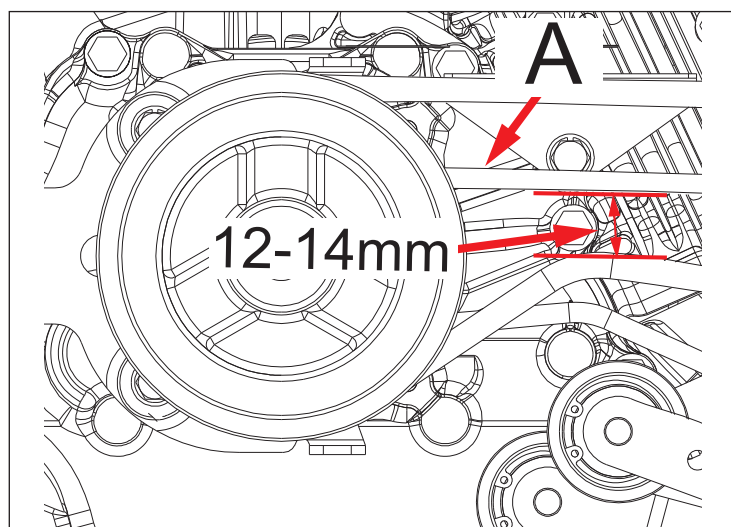

Bild 23
- Drücken Sie den Keilriemen an der Position A (Bild 23) durch, er muss sich zwischen 12 und 14 mm durchdrücken lassen. Wenn nicht, stellen Sie den Antriebsbowdenzug nach.